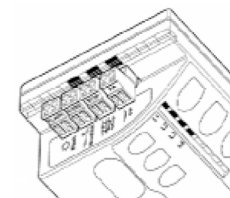

Рисунок 1.
**Описание подключений (Рисунок 1):**